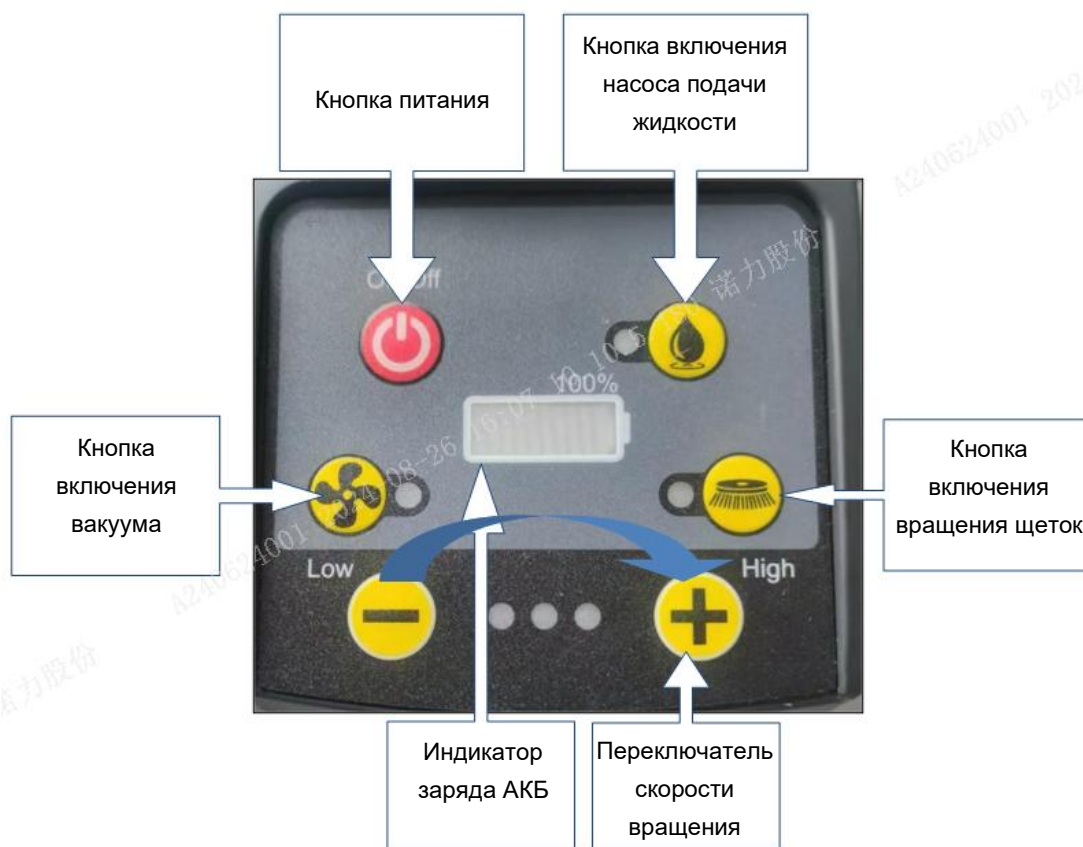

Рисунок 6
5. Выберите режим уборки с помощью кнопок/переключателей режимов, как показано на рис. 6, после первого нажатия на главный выключатель включения/выключения на панели управления, при этом загорится индикатор заряда батареи.